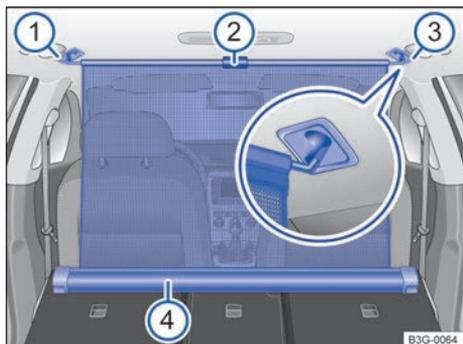

Fig. 129 En el maletero: red de separación enganchada con los respaldos del asiento trasero abatidos.
- Tire hacia arriba de la lengüeta → fig. 129 ② para sacar la red de separación de la carcasa → fig. 129 ④.
- Enganche la red en el lado derecho → fig. 129 ③ (imagen ampliada).
- Enganche la red en el alojamiento del lado izquierdo → fig. 129 ① comprimiendo la barra.
La red de separación está correctamente montada cuando los extremos en forma de T están enganchados fijamente en los alojamientos correspondientes → fig. 129 ③ y ①.
- Enrolle la red en la carcasa → fig. 129 ④ guiándola hacia abajo del todo con la mano.